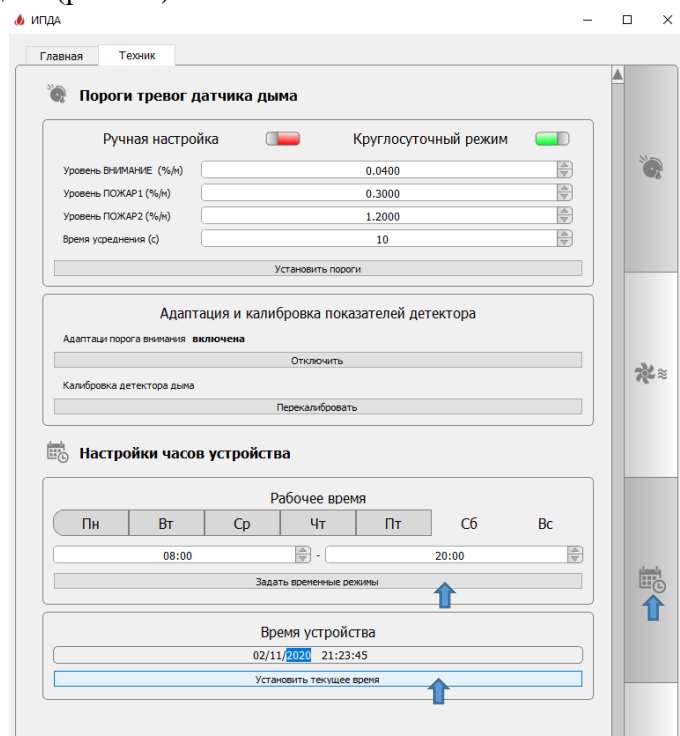

Рис. 13. Установка времени и даты с компьютера
5.10 Конфигурирование извещателя с использованием программы NewIPDA производится в том же порядке, что и с использованием меню извещателя с дисплеем. После запуска программы необходимо ввести пароль техника. Перед началом конфигурирования необходимо проверить дату и время, для этого откройте закладку «Настройки часов устройства» (рис. 13). Для синхронизации с временем компьютера установите курсор на закладке «Установить текущее время» и нажать левую кнопку мыши. Если предполагается работа не в круглосуточном режиме, то необходимо уточнить начало и окончание рабочего дня рабочие дни и задать (рис. 13).